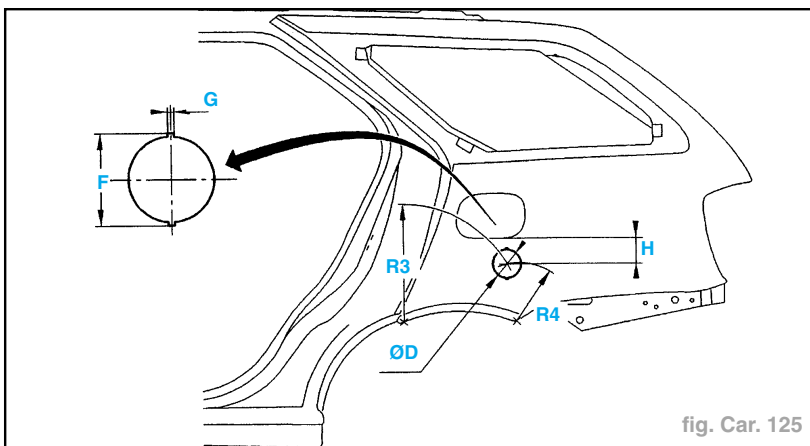

fig. Car. 125
- Version "break" (fig. Car. 125)